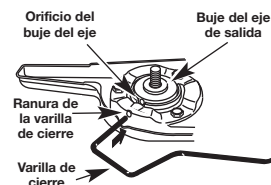
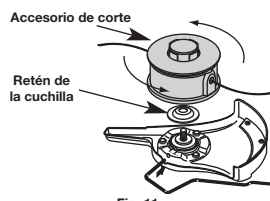

Fig. 6
Fig. 11
1. Alinee el orificio del buje del eje con la ranura de la varilla de cierre e inserte la varilla de cierre en el orificio del buje del eje (Fig. 6).
6. Alinee el orificio del buje del eje con la ranura de la varilla de cierre e inserte la varilla de cierre en el orificio del buje (Fig. 6).
1. Alinee el orificio del buje del eje con la ranura de la varilla de cierre e inserte la varilla de cierre en el orificio del buje (Fig. 6).
5. Alinee el orificio del buje del eje con la ranura de la varilla de cierre e inserte la varilla de cierre en el orificio del buje del eje (Fig. 6). Coloque el retén de la cuchilla en el eje de salida con la superficie plana contra el buje del eje de salida según se ilustra en la Fig. 11. Enrosque el accesorio de corte en sentido antihorario en el eje de salida. Ajuste bien.
NOTA: El retén de la cuchilla debe estar instalado en el eje de salida en la posición ilustrada para que el accesorio de corte funcione en forma correcta (Fig. 11).